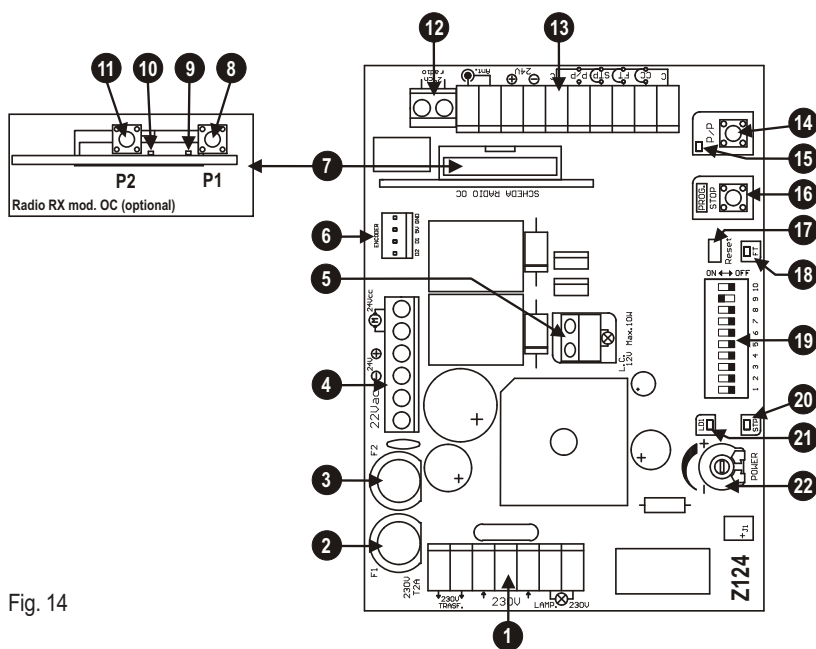

Fig. 14
## DESCRIZIONE DELLE PARTI (fig. 14)
- 1) Tenendo premuto il pulsante PROG. effettuare un reset cortocircuitando col cacciavite il jump Reset (part. 17 di fig. 14).
- 9) Per tornare al funzionamento normale eseguire un reset della centrale (cortocircuitare il connettore, part. 17 di fig.14)
Durante la fase di apprendimento si azionerà più volte il tasto **P/P** (part. 14 di fig 14), in alternativa si può usare il comando **P/P** (morsetto 14, fig. 15) oppure il trasmettitore radio memorizzato sul primo canale del ricevitore.